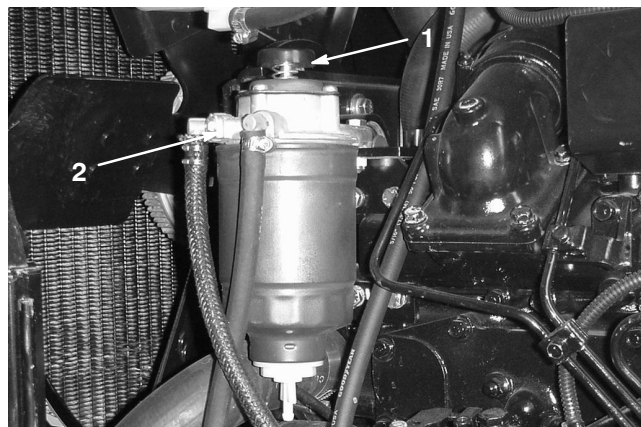

Figure 26
2. Tournez la pompe d'amorçage (Fig. 26) dans le sens anti-horaire jusqu'au relâchement du ressort dans l'ensemble pompe. Actionnez la pompe jusqu'à ce que le carburant s'écoule régulièrement autour du bouchon-filtre, puis serrez le bouchon.
3. Desserrez le bouchon d'aération sur le filtre à carburant/séparateur d'eau d'environ 1 tour et demi (Fig. 26). Actionnez la pompe d'amorçage jusqu'à ce que le carburant s'écoule régulièrement par le trou d'aération (Fig. 26), puis serrez le bouchon d'aération.